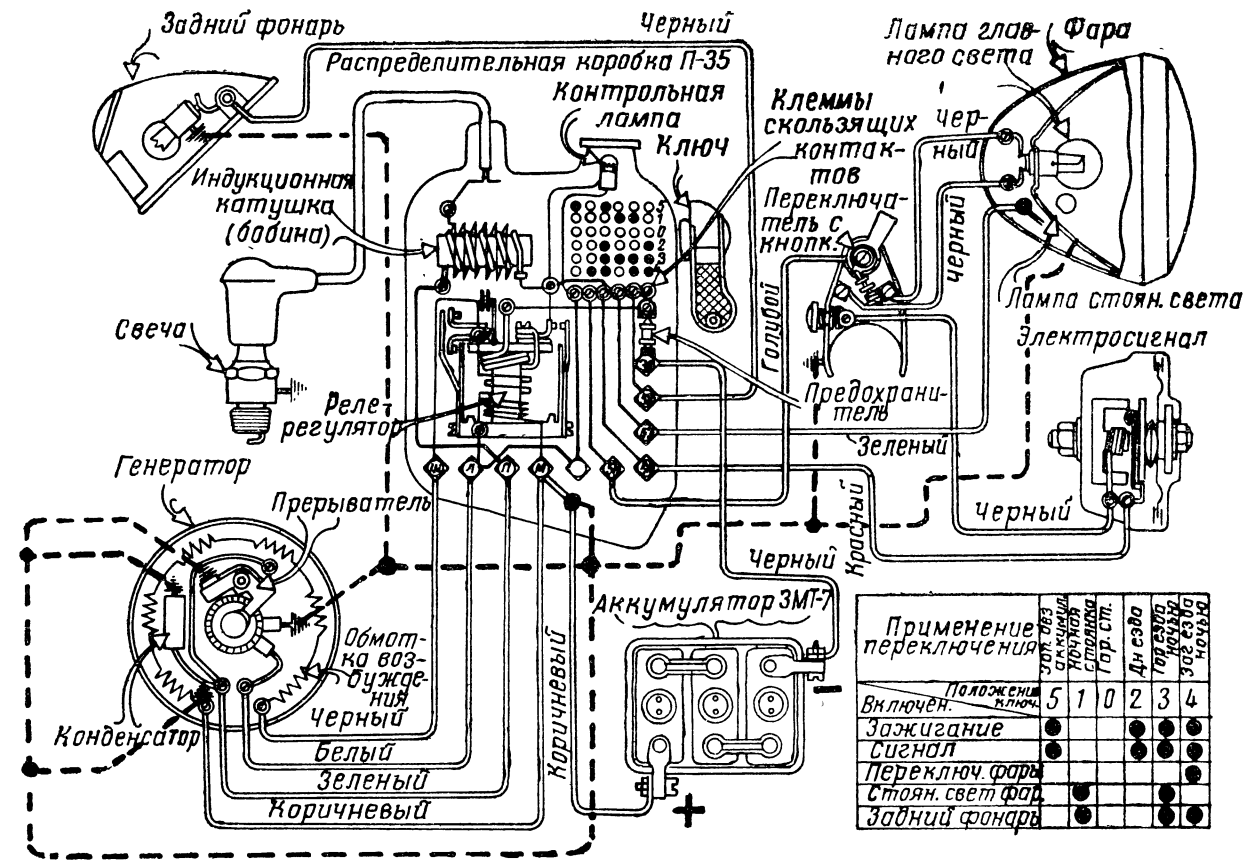

Рис. 12. Схема электрооборудования мотоцикла ИЖ-49, переделанная применительно к аэросаням.
Для аэросаней можно использовать электрооборудование мотоцикла (рис. 12). На мотоцикле ИЖ-49 приборы смонтированы в три узла:
- Все эти узлы размещаются внутри моторного отсека и крепятся к наклонной панели над топливным баком и на противоположной его стороне — над двигателем. Детали электрооборудования соединяются проводами с плюсовой клеммой аккумулятора. На рис. 12 представлена схема электрооборудования, переделанная применительно к аэросаням, дополнительно монтируемые провода показаны пунктиром.